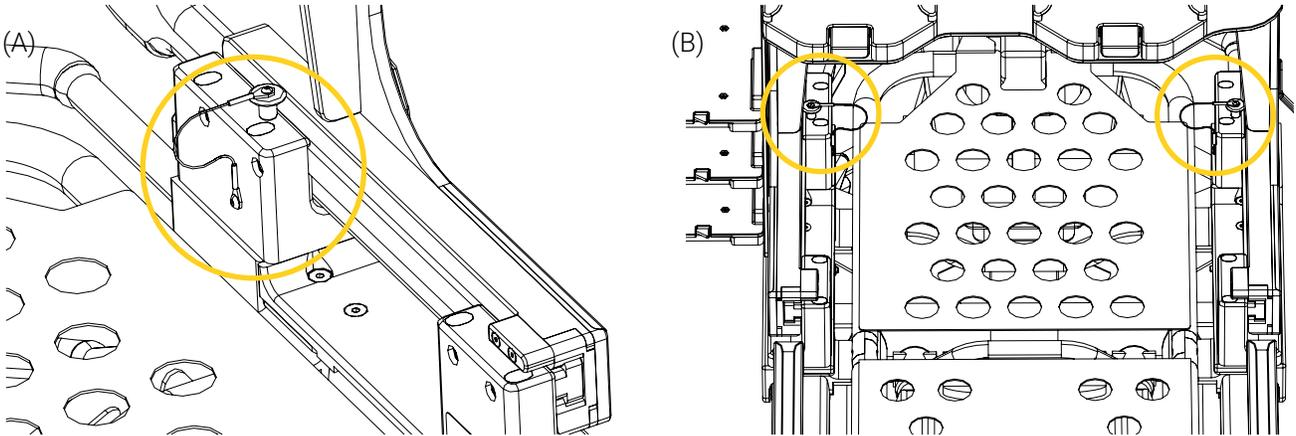

Figure 48: Goupilles de verrouillage installées
21. Réinstaller les goupilles de verrouillage sur les Blocs d'ancrage de rail XTPA-PPXT des deux côtés de la structure mobile, en s'assurant que les goupilles de verrouillage sont correctement insérées (Figure 48).